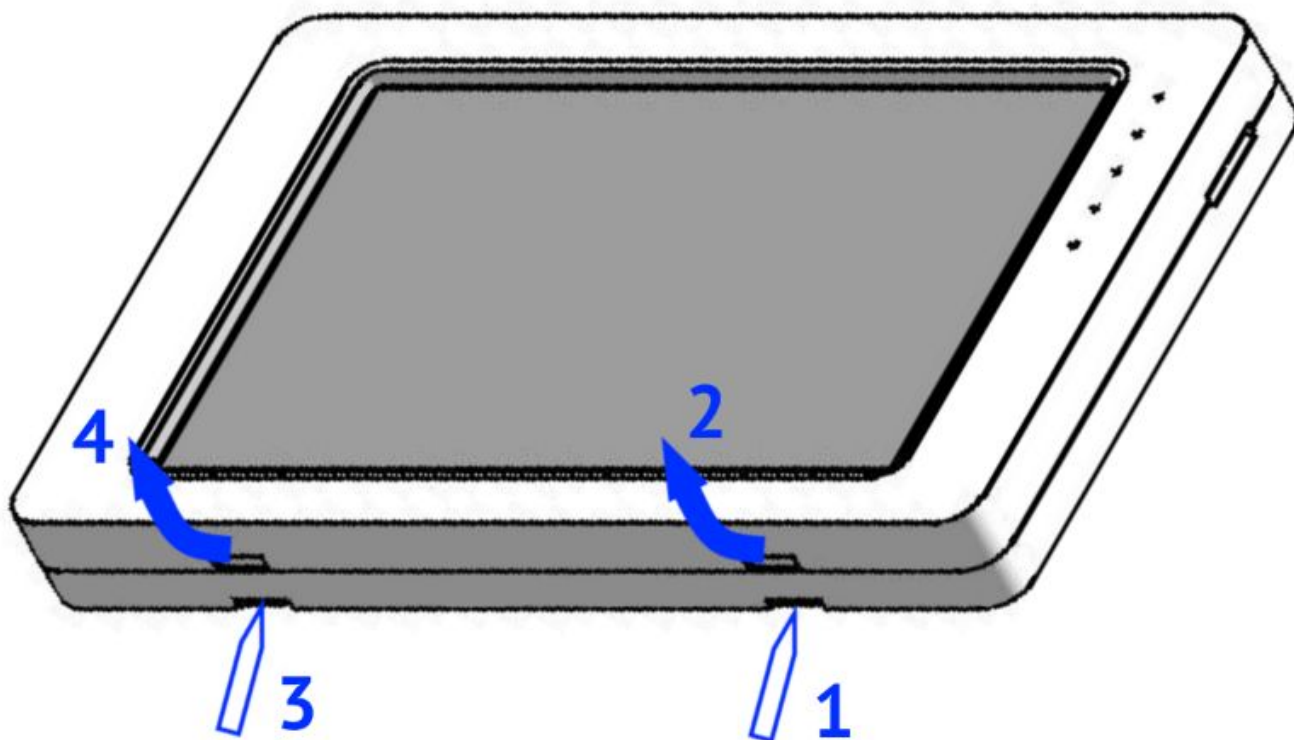

Рисунок 4. Раскрытие корпуса УИУ «Линд-15»
Для раскрытия корпуса (см. рисунок 4) необходимо надавить плоской отверткой на нижний фиксатор (1) и слегка потянуть лицевую часть корпуса (2) до освобождения фиксатора.